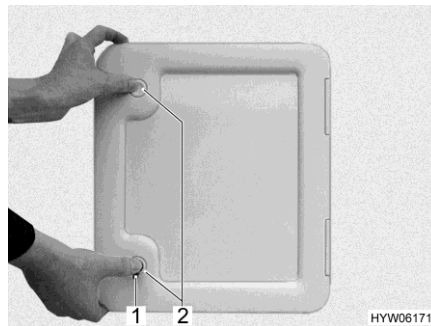

Bild 275 Klappe für Fäkalientank
- Klappe für den Fäkalientank außen am Fahrzeug öffnen. Dazu den Schlüssel in den Schließzylinder des Druckschlösses (Bild 275,1, Bild 276,1 oder Bild 277,1) stecken und eine viertel Umdrehung drehen.
- Wenn vorhanden: Beide Druckschlösser (Bild 275,2 oder Bild 277,2) gleichzeitig mit dem Daumen drücken und die Klappe öffnen.